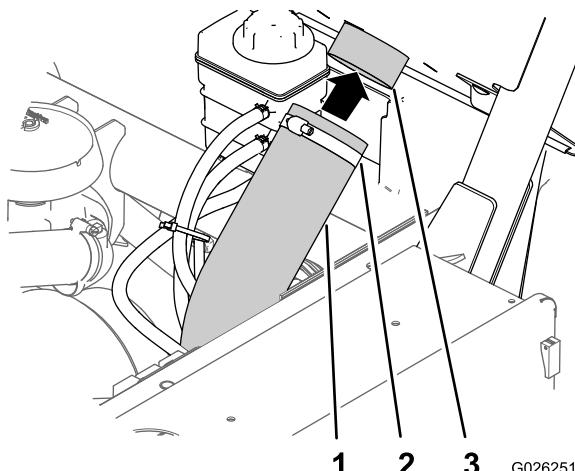

Рисунок 7
- Наденьте впускной шланг вариатора на соединитель впускной трубы в задней части панели ROPS и затяните шланговый хомут (Рисунок 7).